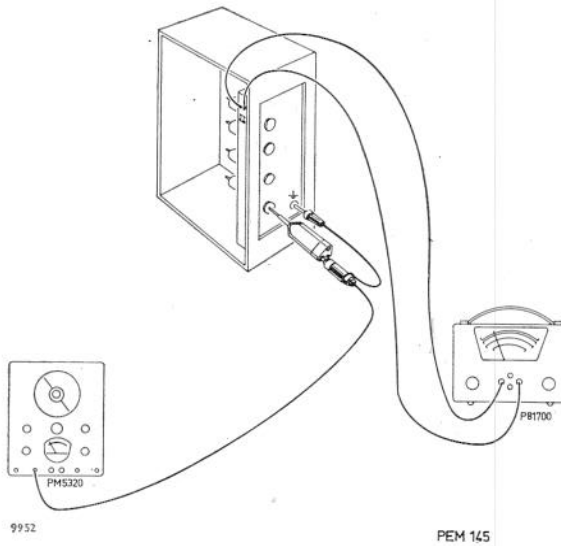

Fig. 13. Statische afregeling van een AM-ontvanger
1. Verbind de generator PM 5320 via de condensator van 30.000 pF in de kunstantenne met de buisaansluiting die in de z.g. trimtabel van de servicedocumentatie is aangegeven (fig. 13).